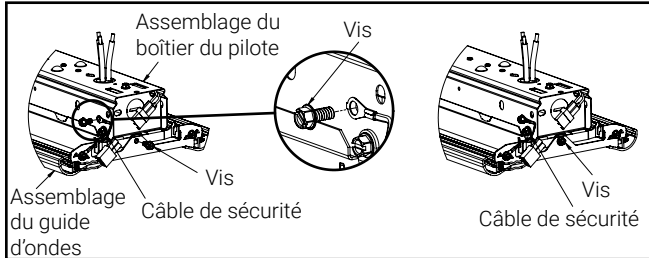

Figure 4
- Fixez l'assemblage du guide d'ondes à l'assemblage du support de la charnière du canal avec des vis, puis installez le câble de sécurité en retirant une vis de l'assemblage du canal et fixez de nouveau le câble de sécurité avec la même vis. (Figure 4)